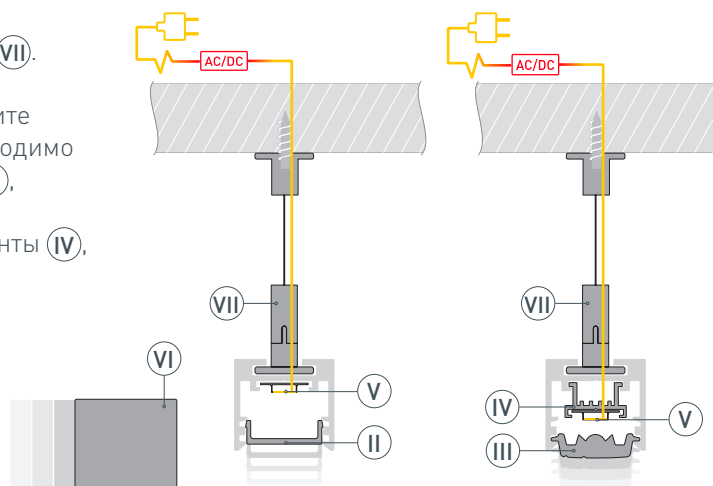

Рис. 2. Конструкция из профиля с основанием для ленты
- 4** / Установите профиль (I) на подвесы (VII). Подключите светодиодную ленту (V) к источнику питания. Затем установите заглушки (VI) и экран (II). Если необходимо установить асимметричный экран (III), установите его на конструкцию из профиля (I) с основанием для ленты (IV), как показано на рис. 2.